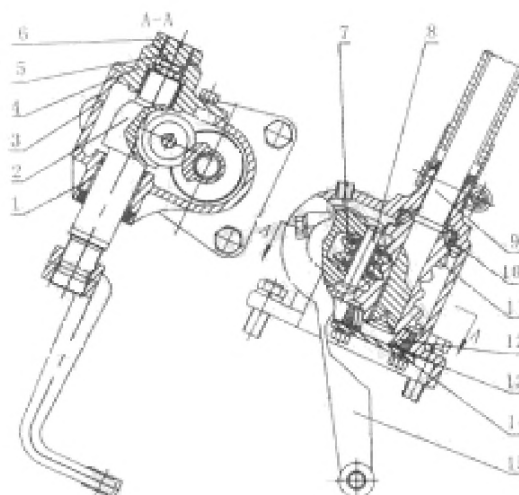

Рисунок 4-24. Глобоидный червяк и роликовое рулевое управление.
Ведущая часть глобoidного червяка и роликового рулевого управления (рисунок 4-24) – это прессовая посадка на червяке, созданная вогнутой аркой на нижнем конце рулевого вала (9). Червяк, созданный вогнутой аркой, называется шаровым червяком (11). Чтобы избежать осевых движений, нижняя часть червяка заклепана. Конические поверхности двух концов червяка поддерживаются в картере двумя коническими подшипниками 977907 (10) и 977907 К (12), которые не имеют внутренних колец. Зазор посадки конических подшипников может быть отрегулирован шайбами (13) на нижней крышке (14). Ведомый ролик (7) установлен в «U»-образном пазу вала рулевой сошки (2) и соединен роликовым валом (8). Два конца вала заклепаны. Левый конец вала рулевой сошки поддерживается в рычажной втулке (1) картера. Другой конец поддерживается в рычажной втулке боковой крышки (4) и вставлен в паз регулировочного винта (5). Поверните регулировочный винт для передвижения рулевой сошки влево или вправо, для регулировки зазора между роликом и червяком.